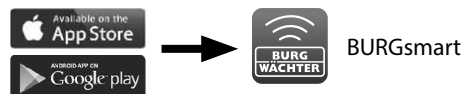

Abb. 1
- Um Ihr neues Schließsystem einrichten zu können, müssen Sie sich zunächst die App *BURGS* smart herunterladen. Diese ist im iOS App Store und Google Play Store zu finden (Abb. 1).